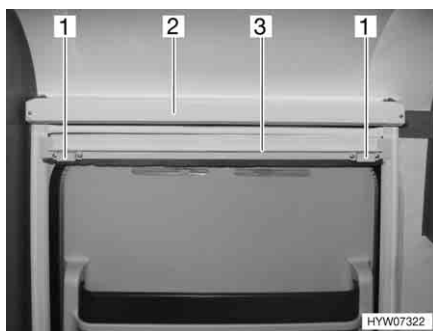

Fig. 13 Zanzariera a rullo, porta di ingresso
La zanzariera a rullo della porta di ingresso si trova nella cassetta superiore (Fig. 13,2).
- Chiusura:** ■ Tirare la zanzariera a rullo (Fig. 13,3) verso il basso agendo sul listello, finchè le calamite (Fig. 13,1) non aderiscono alla guida di metallo sul pavimento.
- Apertura:** ■ Tirare leggermente il listello (Fig. 13,3) verso l'alto finchè le calamite non si staccano e ricondurre lentamente la zanzariera a rullo nella cassetta.